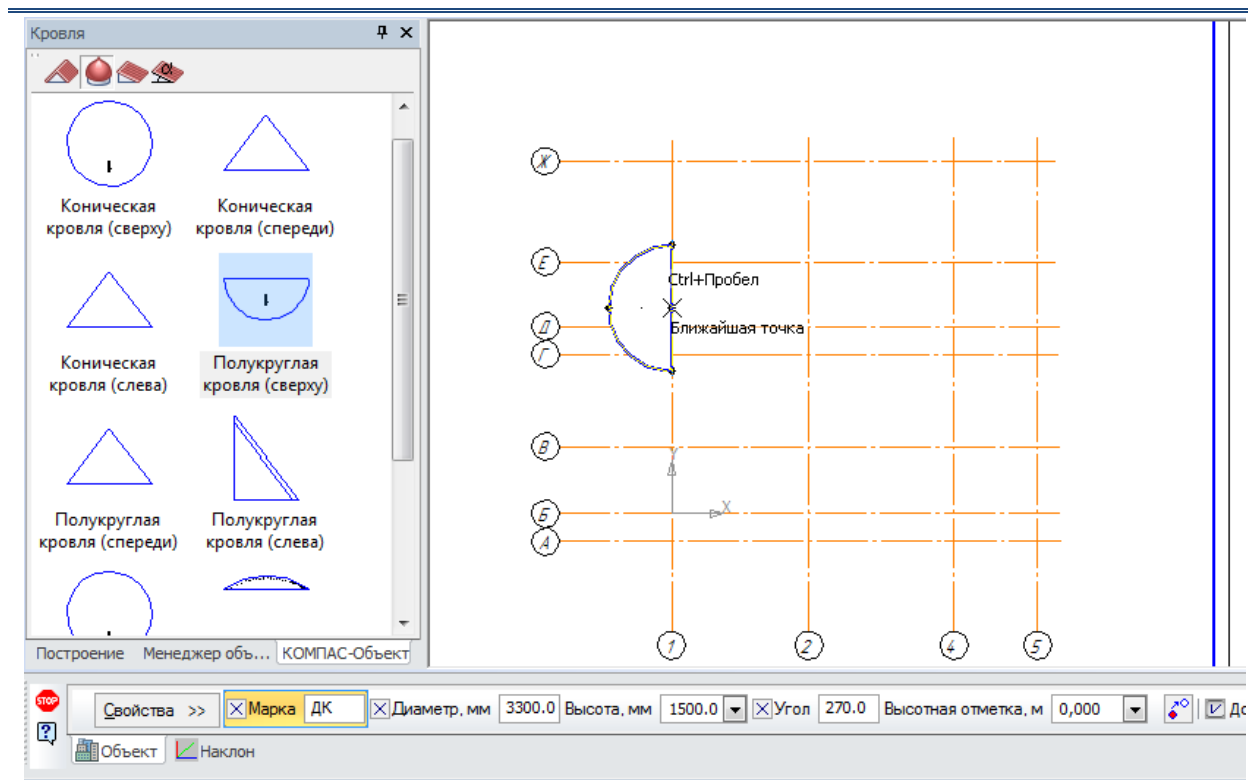

Рисунок 1.6.4. Построение полукруглой кровли.
- Над дугообразной стеной постройте полукруглую кровлю диаметром 3300 и высотой 1500. Привязку укажите в центре построения дуги. (Рис. 1.6.4.)